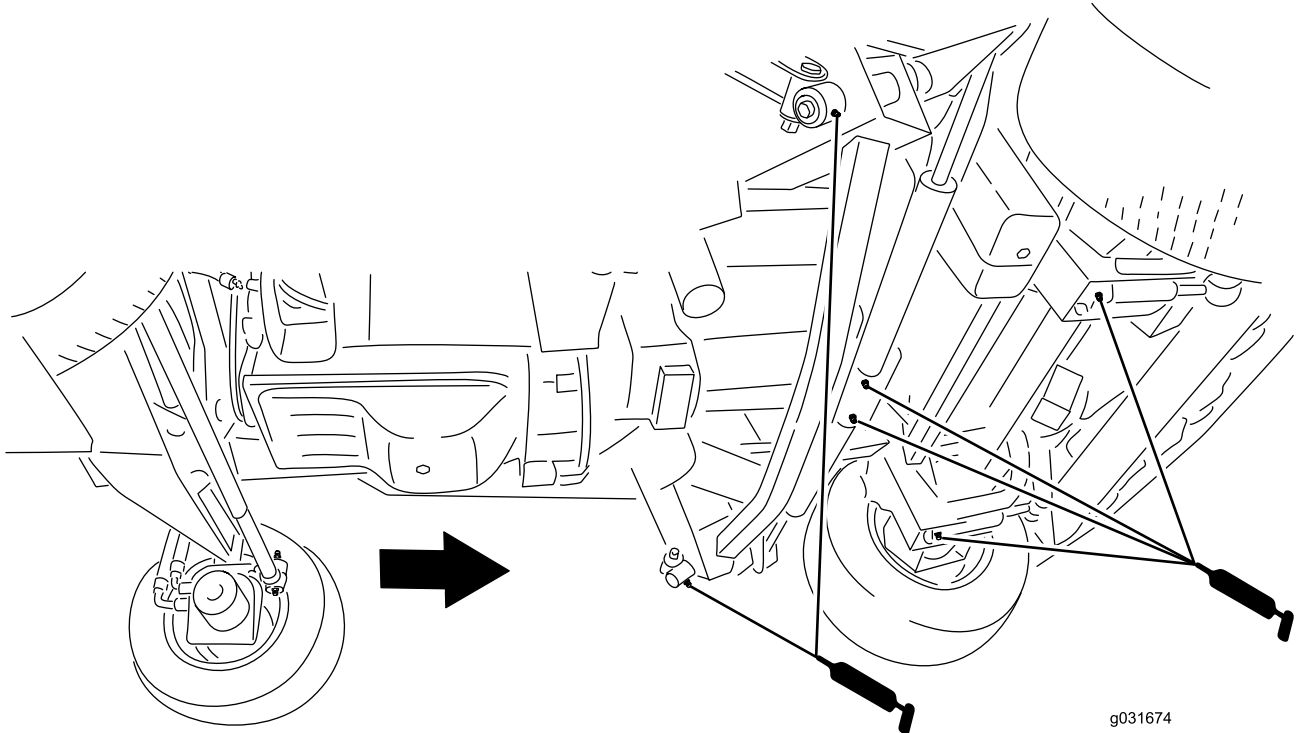

Figura 49
- 2 brazos de impacto (Figura 49)
- 2 pivotes de cilindros de elevación de carcasa delantera (Figura 49)
- 2 pivotes de cilindros de elevación de carcasa lateral (Figura 49)